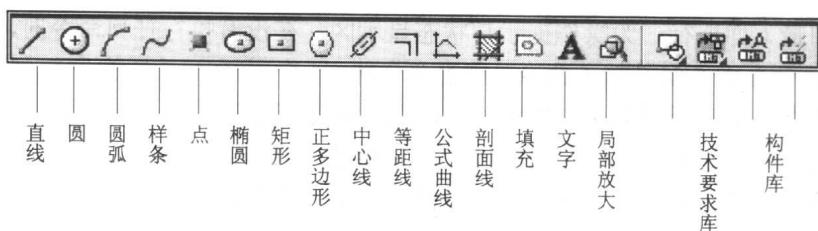

图 1-6 “绘图工具”工具栏
(4) “绘图工具”工具栏 绘图工具栏提供了绘制图形时常用的各种绘图命令，在绘制图形时，只要单击相应的按钮图标，即可执行相应的操作。绘图工具栏中各个图标的意义，如图 1-6 所示。